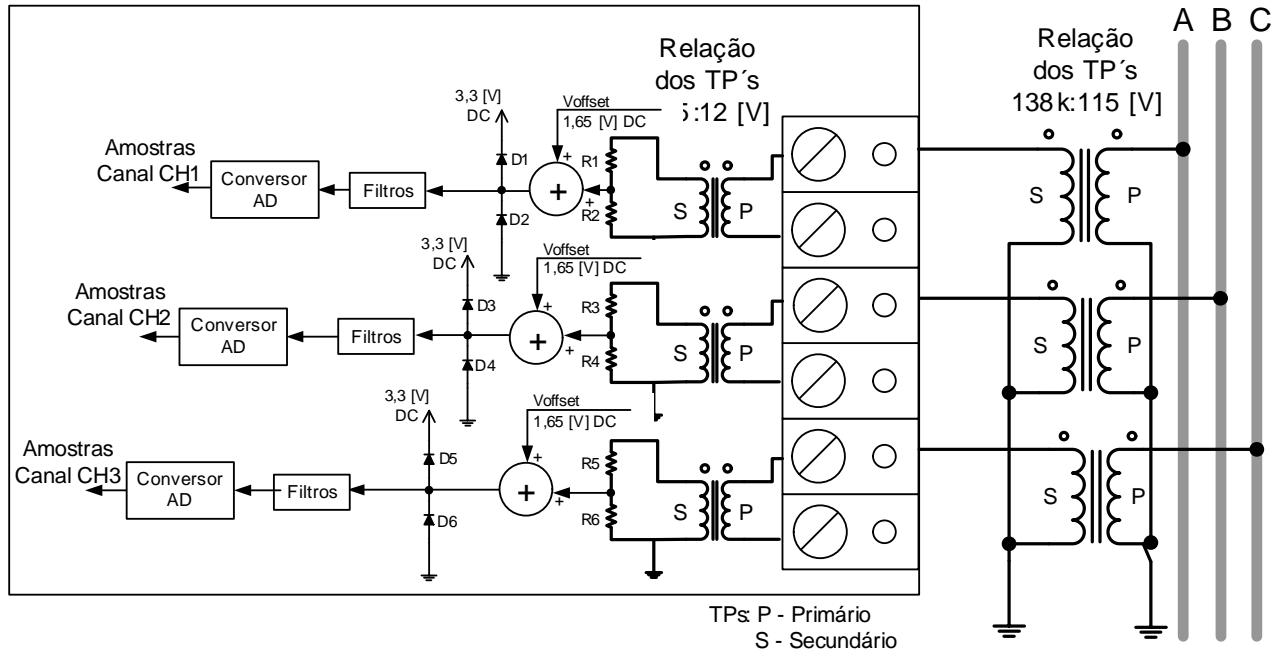

Fig. 5 – Entradas analógicas de tensão em um IED.
Considere que os sinais dos secundários dos TCs e TPs ligados à barra B1 são ligados, por exemplo, a um IED (*Intelligent Electronic Device*, ou um relé digital multifunção moderno) com a seguinte arquitetura de entradas analógicas e esquema de ligação, como mostrado nas Figs. 5 e 6.
- Os filtros citados nas Figs. 5 e 6 são passa-baixa com circuitos com alta impedância de entrada, não consumindo corrente considerável dos circuitos que estão em sua entrada. Esse filtro é praticamente um ganho unitário para baixas frequências.